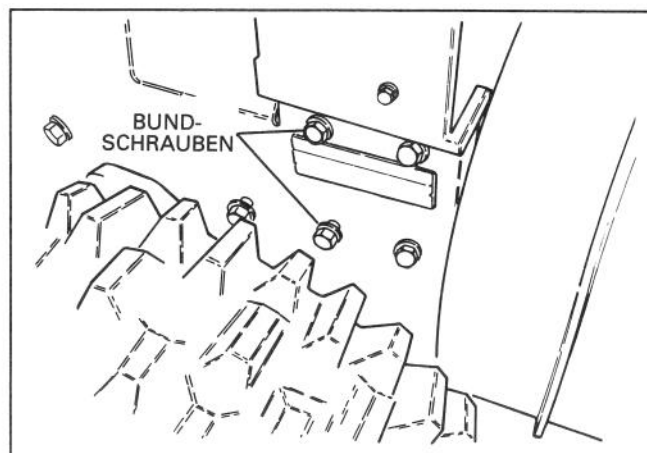

Abb. 11
18. Die zwei Bundschrauben, mit denen der Leitrollensatz wie in Abb. 11 gezeigt am Motorrahmen angebracht ist, entfernen und wegwerfen.